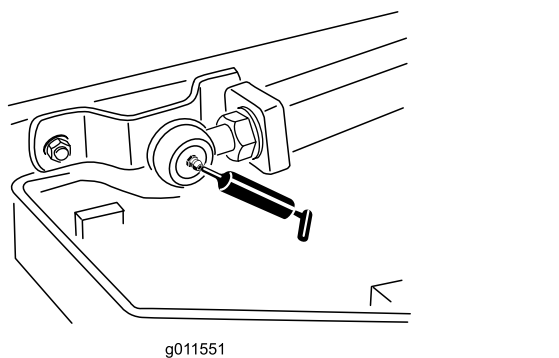

Figura 82
- 2 giunti a sfera del braccio di sollevamento (Figura 82)